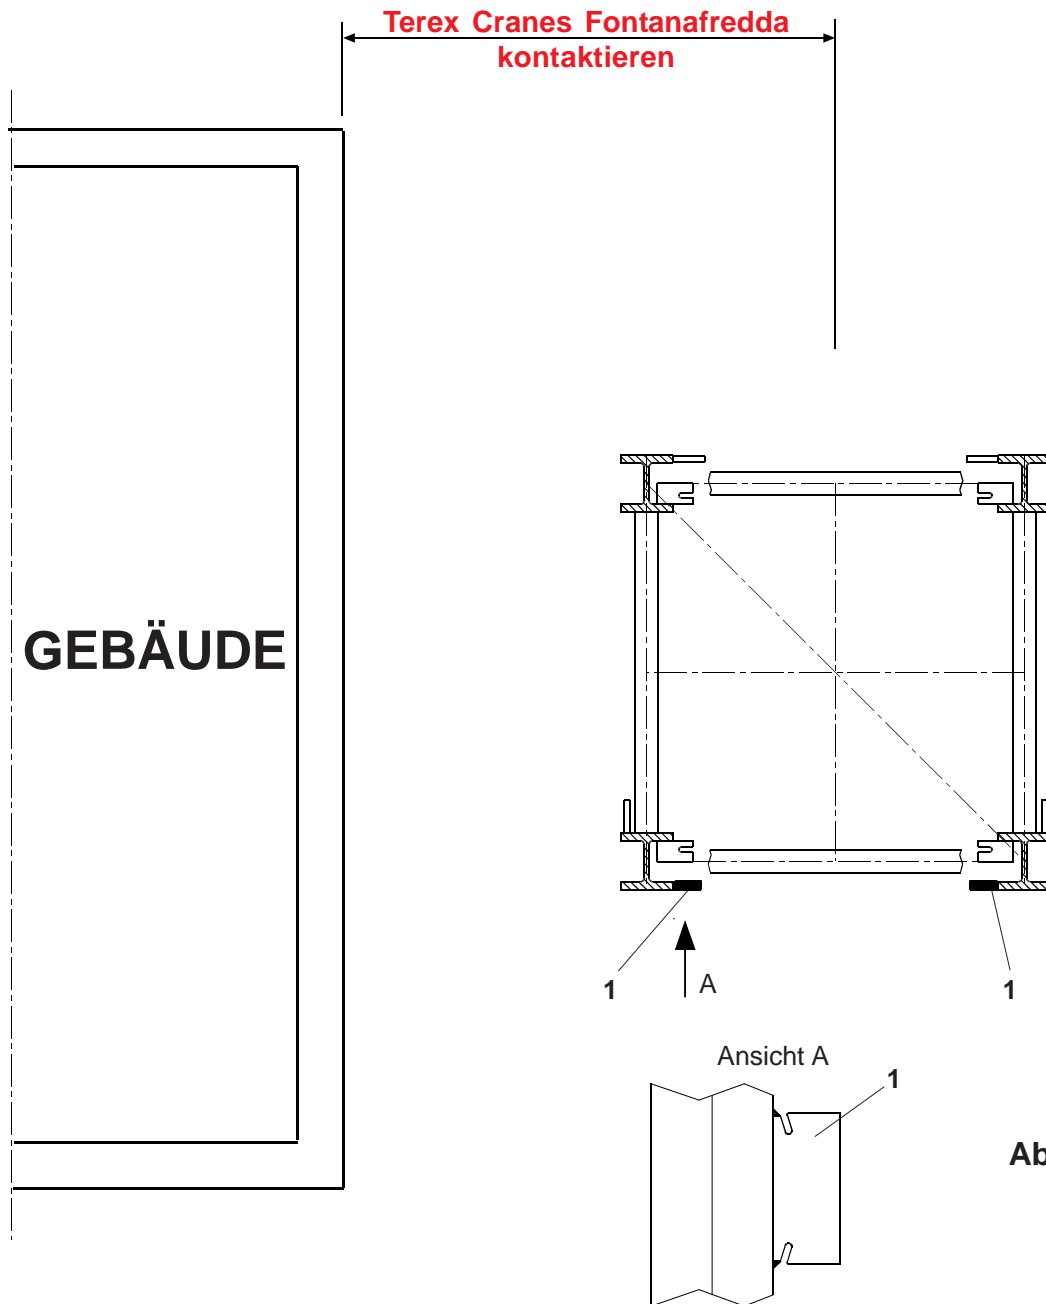

Abb. 2.2.1
Wird der Kran mit einem Kletterwerk erhöht werden, ist besonders auf die Montagelaschen (1) des Turms zu achten, die wie in Abbildung 2.2.1 positioniert werden müssen.